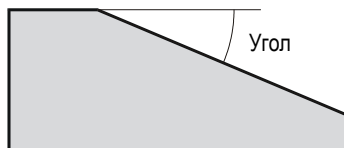

Рис. 4-6 Угол призмы
- a) Нажмите **Угол призмы**, а затем введите угол призмы (см. Рис. 4-6 на стр. 105).